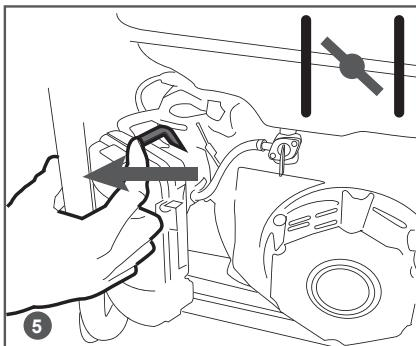
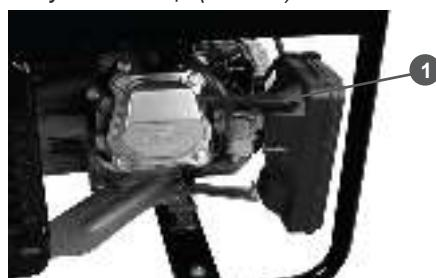

Рис. 12 Закрытие воздушной заслонки
Рис. 18 Трубка системы вентиляции картера
5. Закройте воздушную заслонку карбюратора. Для этого переведите рычаг управления воздушной заслонкой в крайнее левое положение (Рис. 12).
В процессе работы генератора при температуре окружающей среды ниже -10°C в трубке 1 системы вентиляции картера происходит образование конденсата и его замерзание (Рис. 12). Это приводит к повышению давления в картере двигателя и выдавливанию моторного масла через сальники и прокладки, в результате чего происходит выход двигателя из строя из-за недостаточной смазки. Проверяйте трубку 1 системы вентиляции картера на наличие ледяной пробки каждые 30 минут или чаще (Рис. 18).